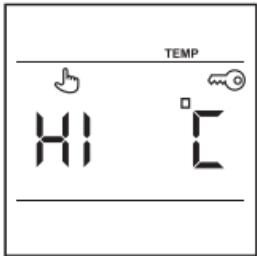

Рис. 9
- перегрева поверхности выше +45 °C. На дисплее появиться соответствующая информация (рис. 9). Обогрев будет отключен.